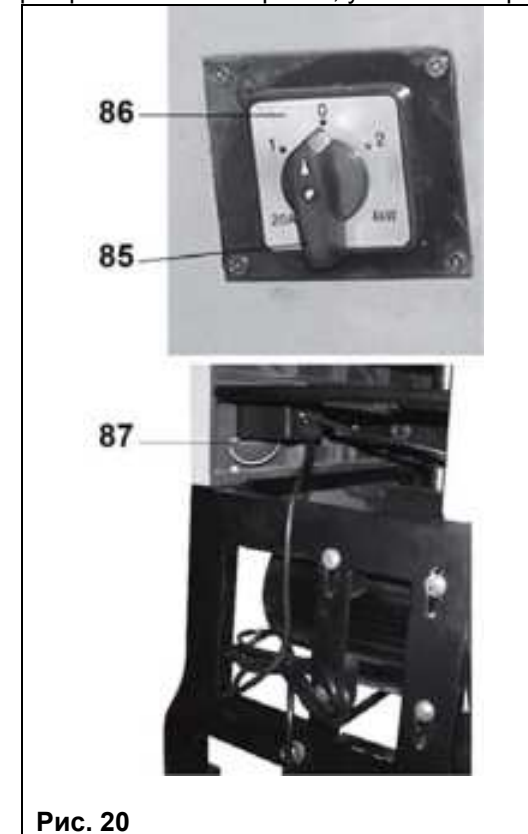

Рис. 20
- 8.3.6. Перед каждым подключением шнура питания станка к источнику питания установите ручку (85) трёхпозиционного переключателя (86) в положение «0», Рис. 20.